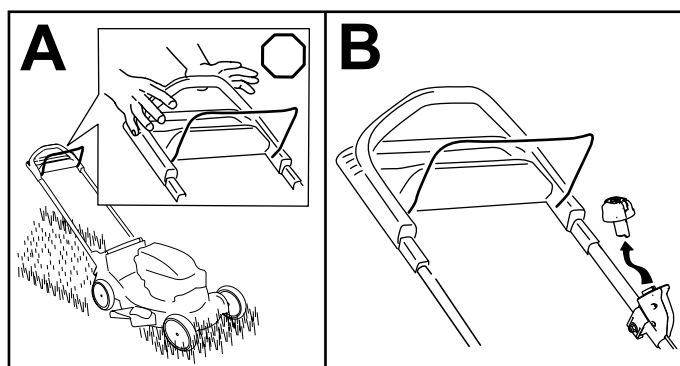

Figure 15
1. Relâchez la barre de commande de la lame (A de la Figure 15).
2. Retirez le bouton de démarrage électrique du démarreur électrique (B de la Figure 15).